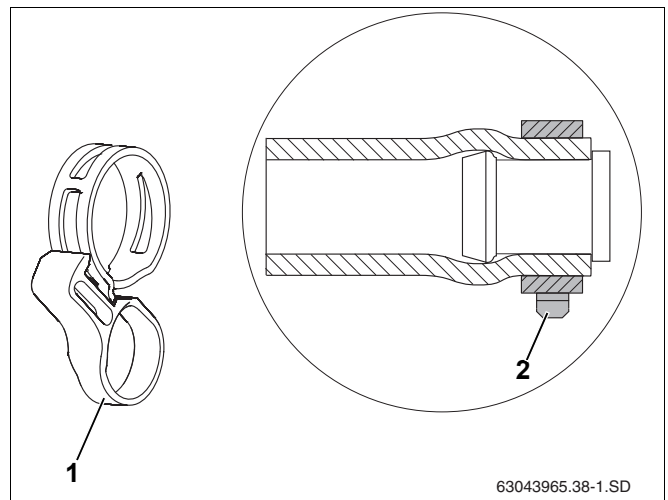

Рис. 17 Пружинный хомут с фиксирующим кольцом, установленный на заглушку
- ▶ Правильное положение пружинного хомута (рис. 17, поз. 2) нужно обеспечить непосредственно перед затяжкой фиксирующего кольца (рис. 17, поз. 1). Последующее ослабление плоскогубцами может повлиять на зажимное усилие.